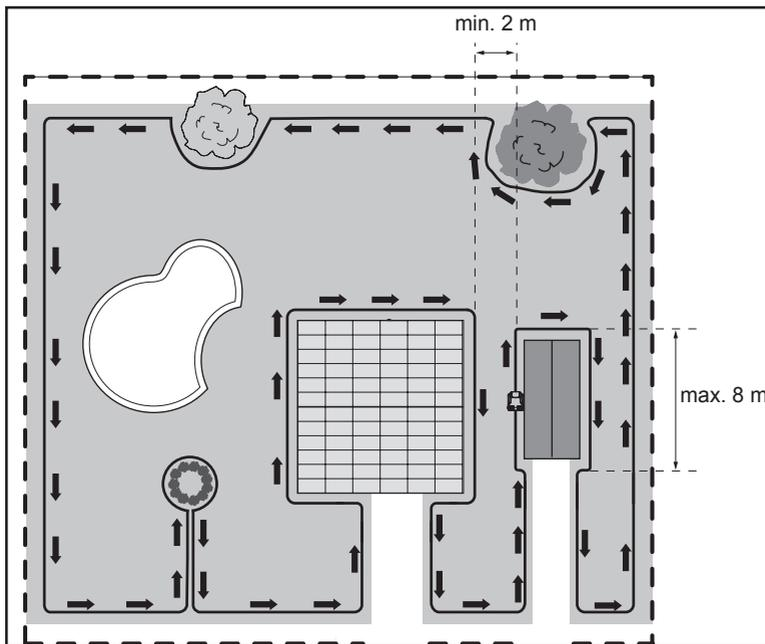

Fig. 9
- Pour créer un passage entre deux sections de pelouse à l'intérieur de la limite, il est recommandé que celui-ci présente une largeur minimale de 2 mètres et une longueur maximale de 8 mètres (Fig. 9). Si une bande est trop étroite ou trop longue, la machine pourrait ne pas être en mesure de la parcourir d'un bout à l'autre.